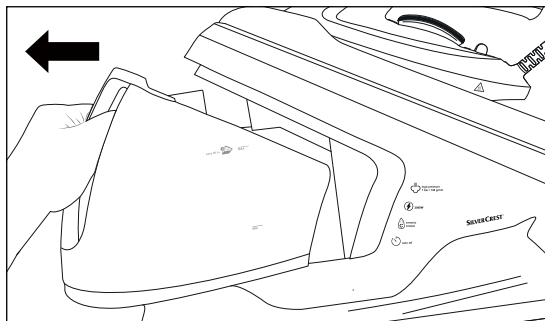

Fig. 3
- 2) Tag vandbeholderen ⑩ ud af basestationen ved at holde på håndtaget (se fig. 3).